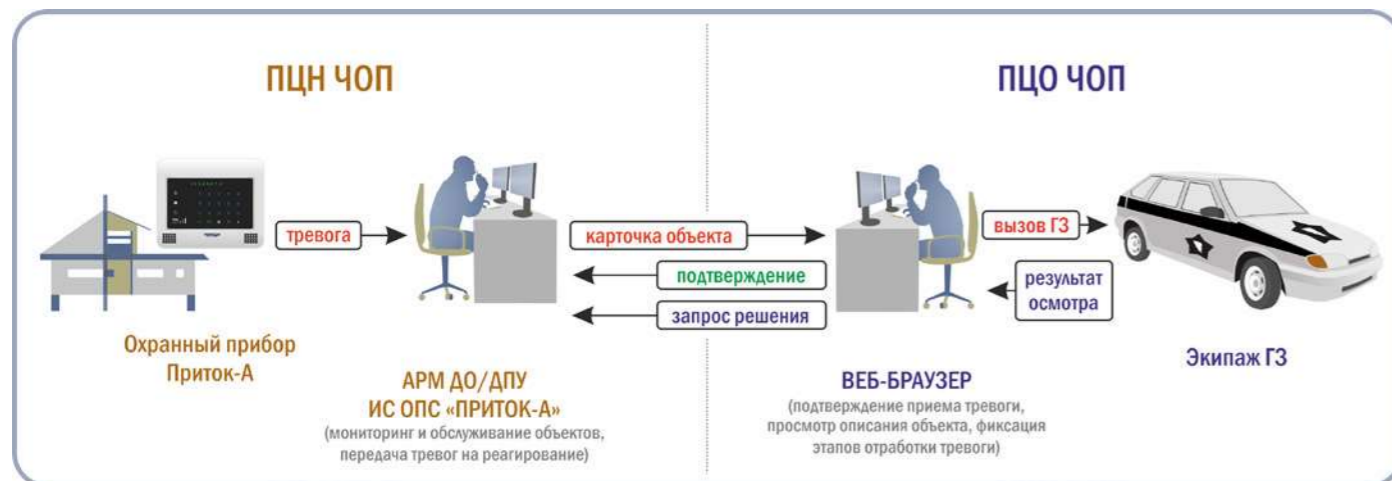

Рис. 4
- 2 С АРМ ДО/ДПУ ИС «ПРИТОК-А» НА ЛЮБОЙ WEB-БРАУЗЕР. ЭТОТ СПОСОБ НЕ ТРЕБУЕТ НАЛИЧИЯ СИСТЕМЫ «ПРИТОК-А» НА ПЦО (Рис. 4). ДОСТАТОЧНО ОБЫЧНОГО НАСТОЛЬНОГО КОМПЬЮТЕРА С ДОСТУПОМ К СЕТИ ИНТЕРНЕТ.